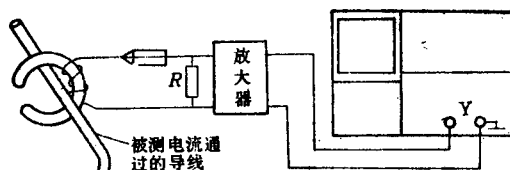

图 1-18
2) 电流的测量,通常采用电流探头,再加上电流放大器,其接线如图1-18所示。